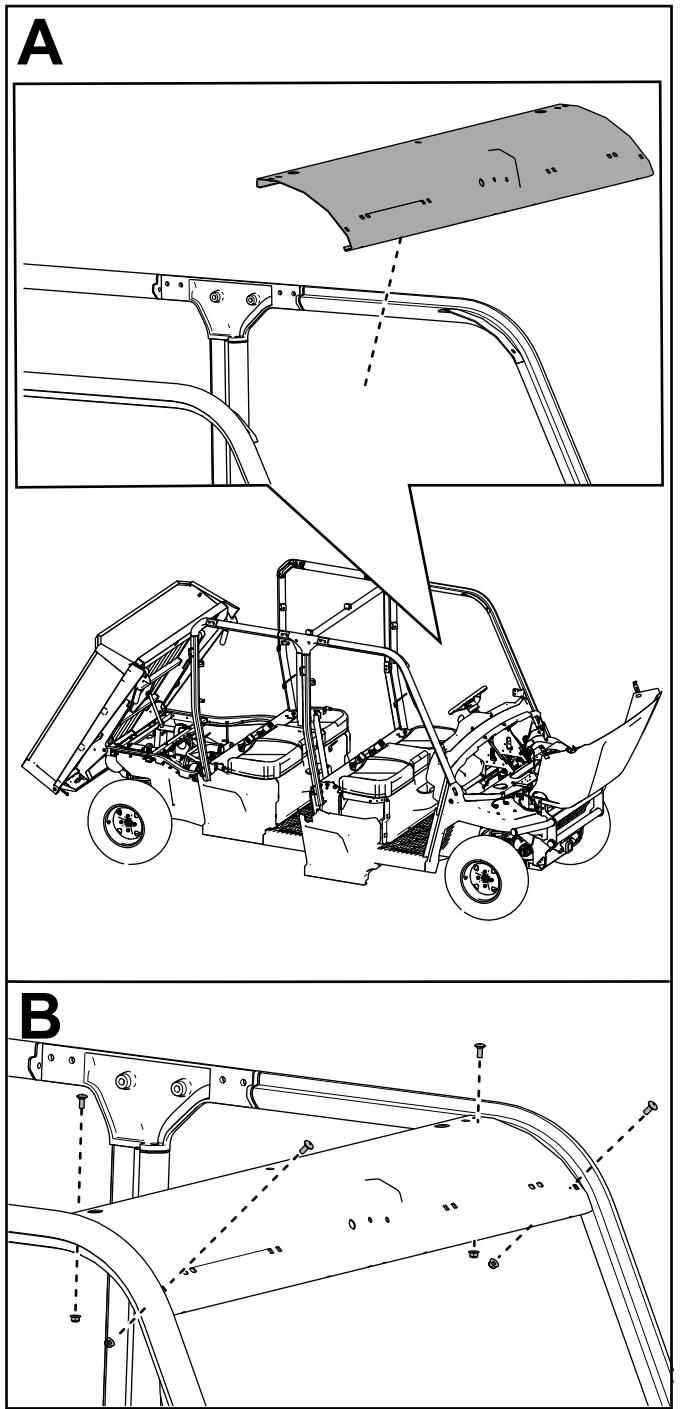

Figure 48
15. Fixez la barre transversale avant aux barres avant de l'arceau de sécurité à l'aide de 4 boulons de carrosserie (5/16 x $\frac{3}{4}$ po) et 4 contre-écrous (5/16 po), comme montré à la Figure 48.